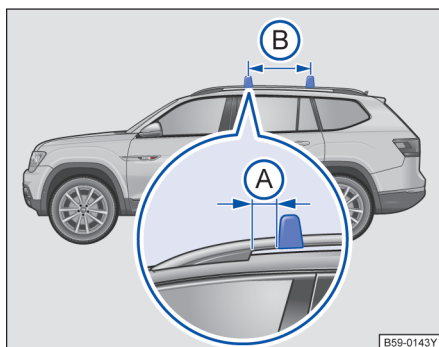
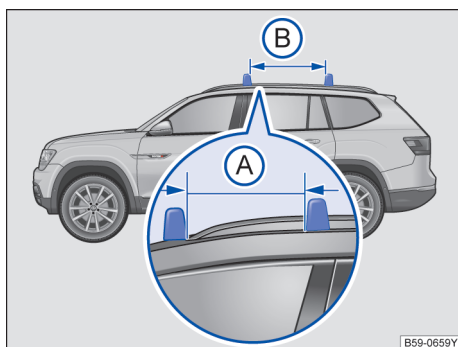

图 232 配备车顶行李架基架的汽车：行李架杆的固定点。
图 233 配备车顶行李架基架的汽车：行李架杆的固定点。（Teramont X 车型）
行李架杆安装在车顶行李架基架上。同时前行李架杆与前车顶行李架脚→图 232(A)之间的距离为 5 cm。行李架杆的相互距离(B)应大约为 75 cm。
行李架杆安装在车顶行李架基架上。同时，行李架端部到第一根横梁中心→图 233(A)之间的距离为 53 cm。行李架杆的相互距离(B)应大约为 70 cm。
- 行李架杆只能安装在平行箭头→图 232(B)→图 233(B)之间。